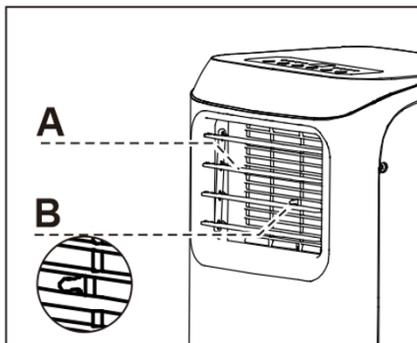

Рис. 11
Вы можете вручную направить выходящий поток воздуха с помощью регулирования вертикальных (B) и горизонтальных (A) дефлекторов (Рис. 11).